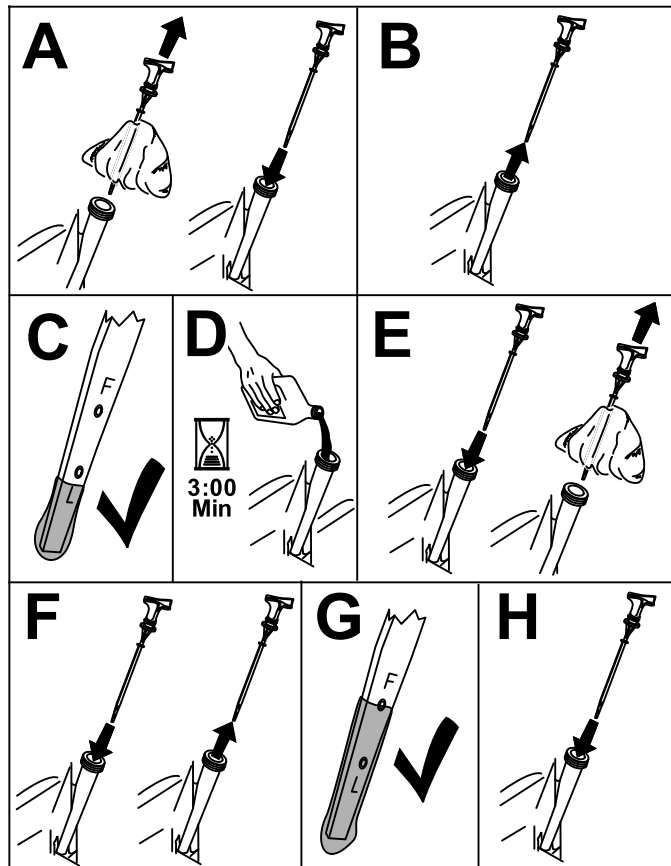

Figure 30
3. Contrôlez le niveau d'huile moteur (Figure 30).